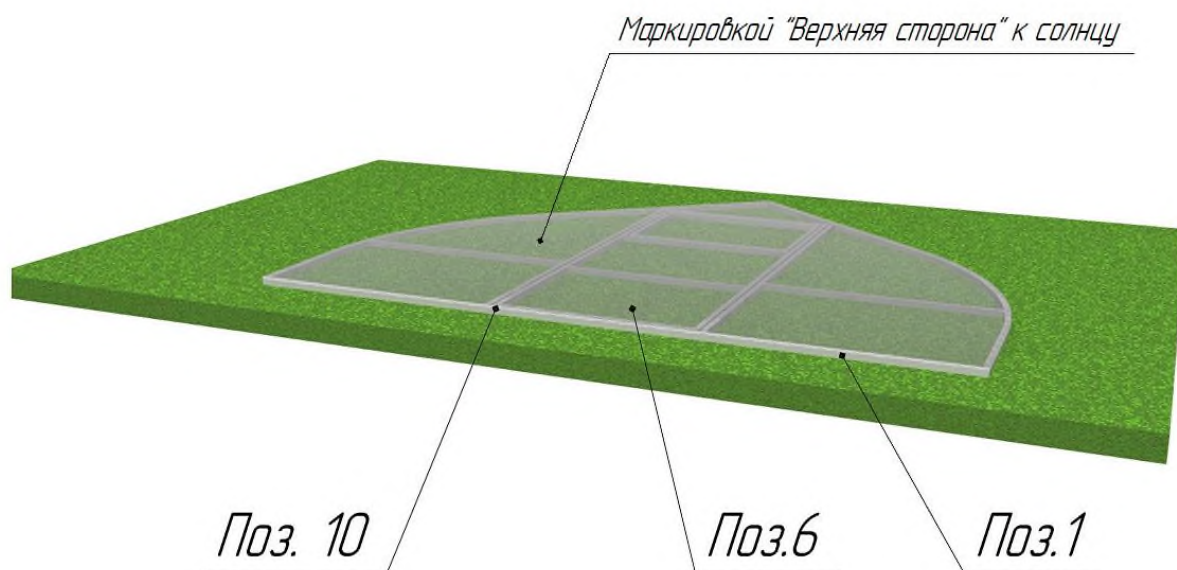

Рис.2. Монтаж поликарбоната
2. Положить торцы с форточкой и дверью (**Поз.1**) на ровную поверхность так, чтобы форточка и дверь открывались вверх (рис.2). Снять прозрачную защитную пленку с внешней и внутренней стороны листа поликарбоната (**Поз.6**), расположить листы маркировкой «Верхняя сторона» к солнцу и прикрутить его саморезами (**Поз.10**) к **Поз.1** (для облегчения монтажа можно предварительно просверлить отверстия в металле сверлом 3мм, либо прокрутить торец саморезами без поликарбоната). Строительным ножом отрезать лишнюю часть поликарбоната по внешнему контуру.